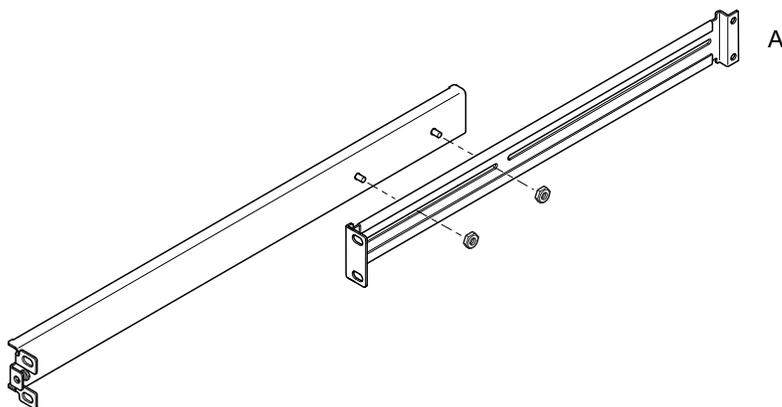

图 3-2 Sun 72 英寸扩展机架的滑动装置
对于 Sun StorEdge 72 英寸高（19 英寸宽）的机架，双折角的一端 (A) 必须在后面（请参见图 3-2）。